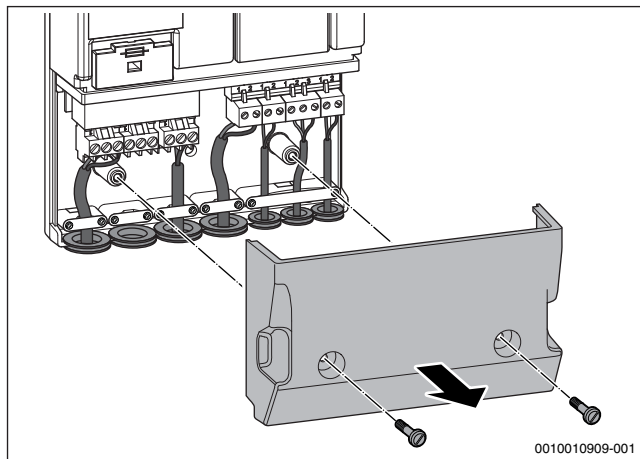

Bild 30 Funktionsmodul öffnen
- Abdeckung des Moduls entfernen (→Bild 30).